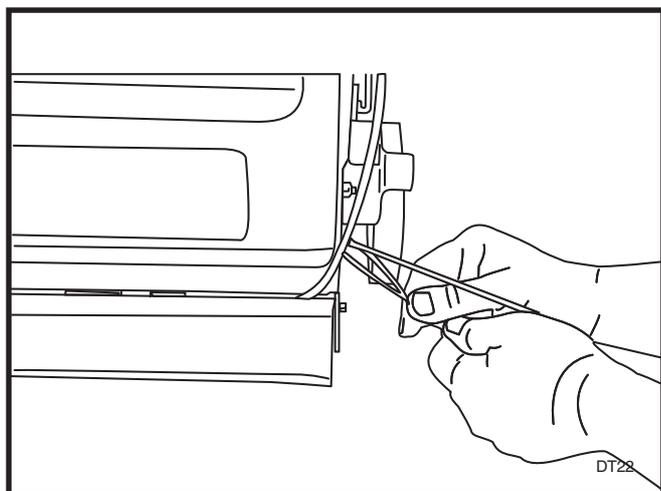

FIGURE 4
11. À l'aide de deux (2) fixations de câble, attachez le câble au cadre. Voir la Figure 4.